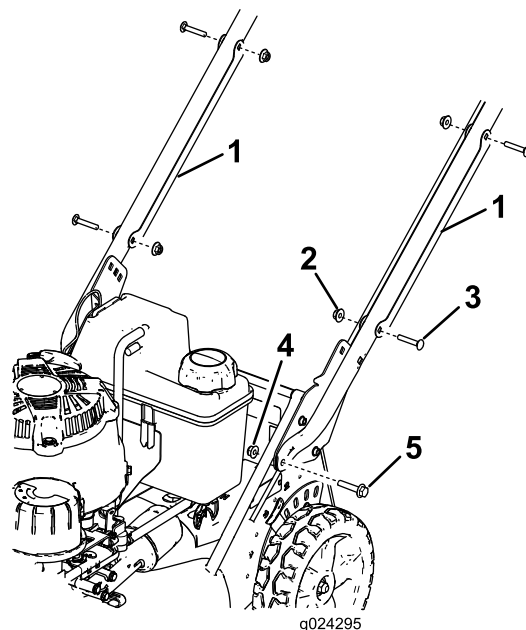

Figura 3
1. Retire los 2 pernos de cuello cuadrado y las 2 arandelas que sujetan cada protector de cable al manillar, y retire los protectores de cable del manillar (Figura 3)
arandela prensada (5/16"), según se muestra en Figura 3.
6. Posicione cada protector de cable en el manillar con los cables dentro del protector, y sujete cada protector al manillar con los 2 pernos de cuello cuadrado y las 2 contratueras que retiró anteriormente (Figura 3).